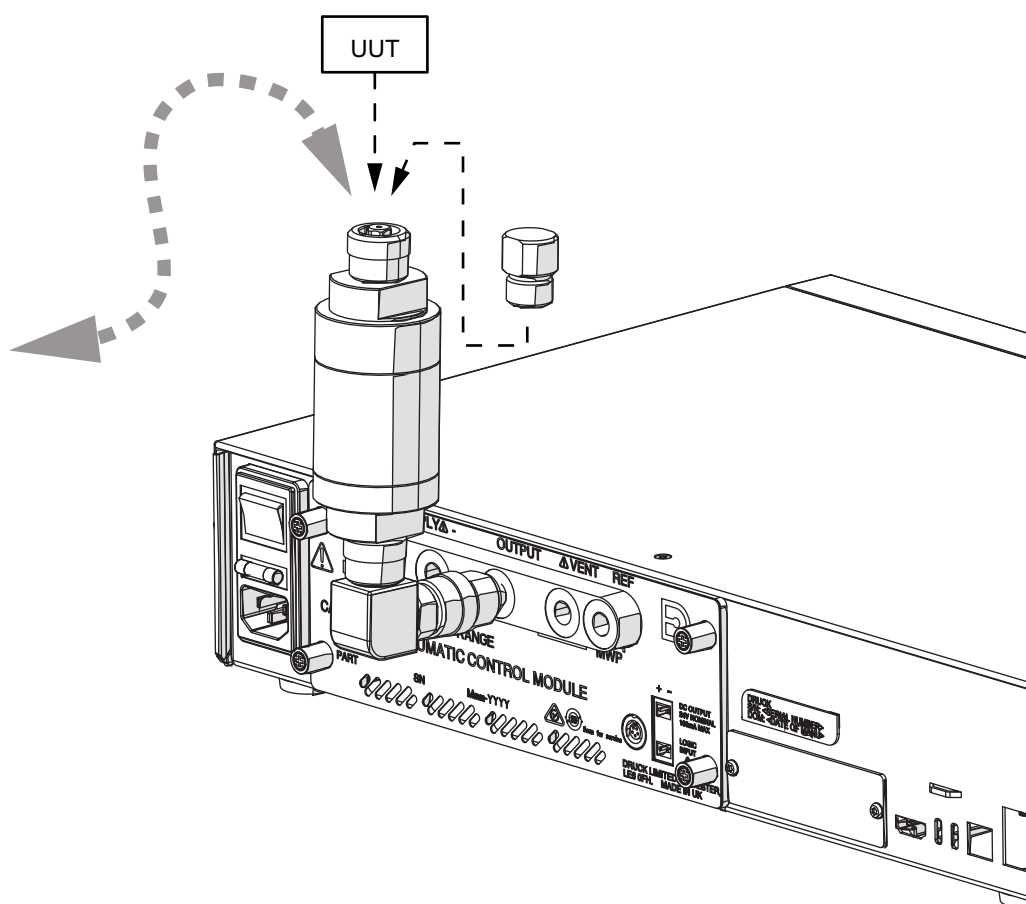

Figura D-5: Adattato a PACE5000 E Instrument
2. Installa l'insieme sulla porta USCITA dello strumento PACE come mostrato in Figura D-5.